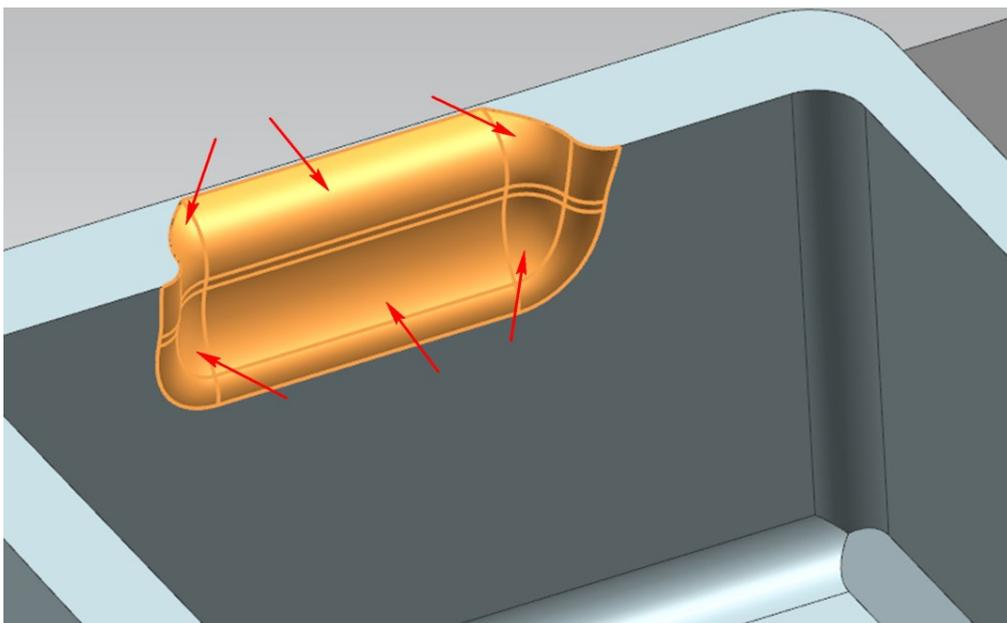

Рис. 2.60. Выбор граней внутреннего кармана
- выберите грани внутреннего кармана (см. рис. 2.60);